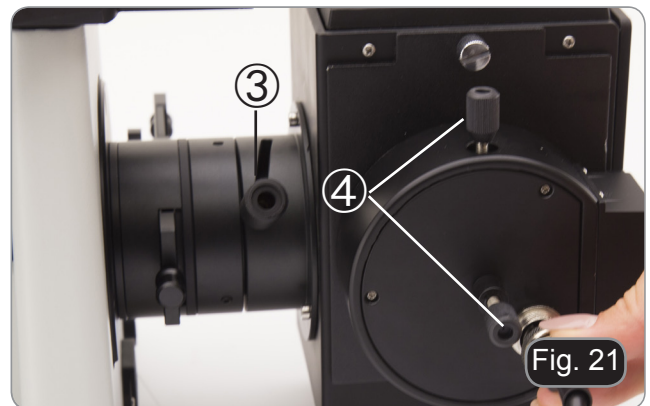

Fig. 21
2. Legen Sie ein Stück Papier auf den Tisch, schrauben Sie den Rändelring des Fokusverstellhebels ③ am Lampengehäuse leicht ab und drehen Sie ihn gegen den Uhrzeigersinn, bis der Lampenfaden auf das Papier fokussiert ist. (Fig. 21)
3. Drehen Sie die Zentrierschrauben ④ auf der rechten Seite des Lampengehäuses, um den Lampenfaden in die Mitte des Sichtfeldes zu bringen.
4. Wenn Sie fertig sind, drehen Sie den Fokusverstellhebel ③ ganz im Uhrzeigersinn und schrauben Sie den Rändelring ein, um den Hebel zu fixieren.